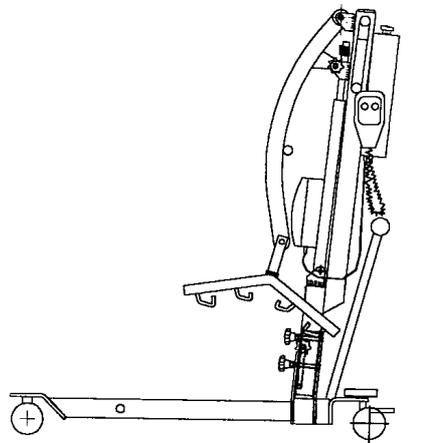

Abb. 4 Lifter PL-1 mit eingeklapptem Ausleger
- Aufnahme am Ausleger für den Spindelmotor durch die Sterngriffschraube mit der Lasche am Mast verbinden (**Abb. 4**)